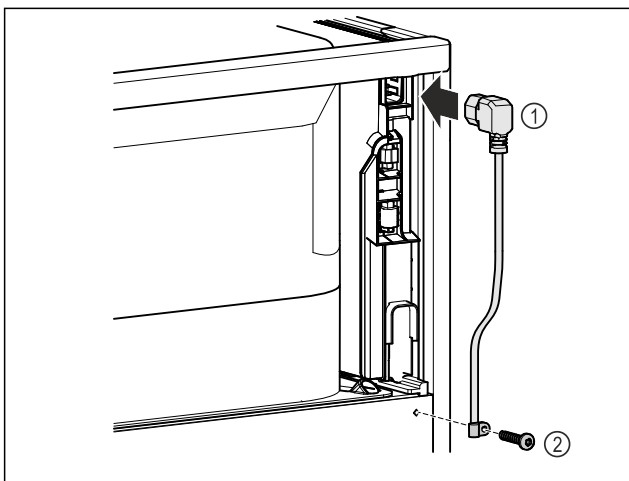

Fig. 75
- ▶ Вставьте разъем сетевого кабеля, предназначенный для устройств, не выделяющих тепла, Fig. 75 (1) с задней стороны устройства.
- ▶ Установите приспособление для разгрузки натяжения кабеля. Fig. 75 (2)